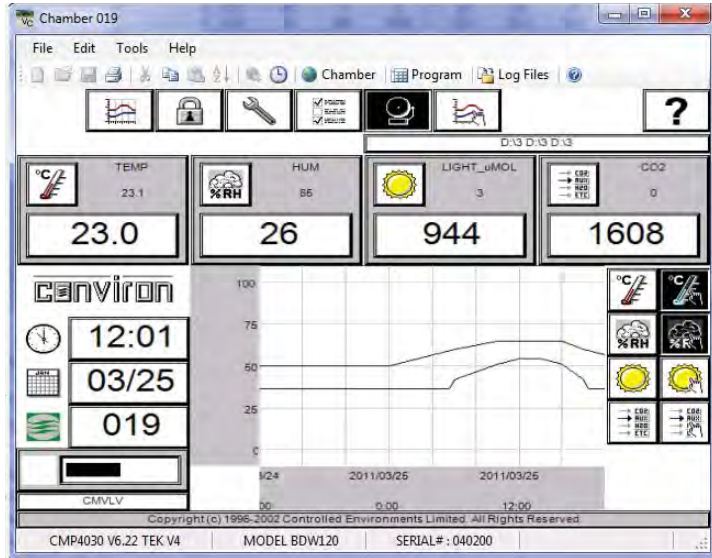

Abbildung 2.2: CMP5090 Status-Display
4. Es erscheint ein Dialog mit der Warnung "Netzadresse geändert, bitte aus- und wieder einschalten [Net Address changed you must cycle power]". Wählen Sie OK. Nach dem Neustart wird die neue ID der Einheit auf dem Status-Display der Steuerung angezeigt, Abbildung: 2.2 CMP5090 Status-Display.